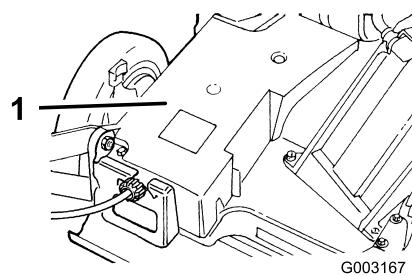

Figura 35
2. Retire los pernos que fijan la cubierta de la correa (Figura 35) a la carcasa del cortacésped.